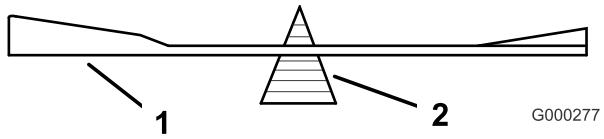
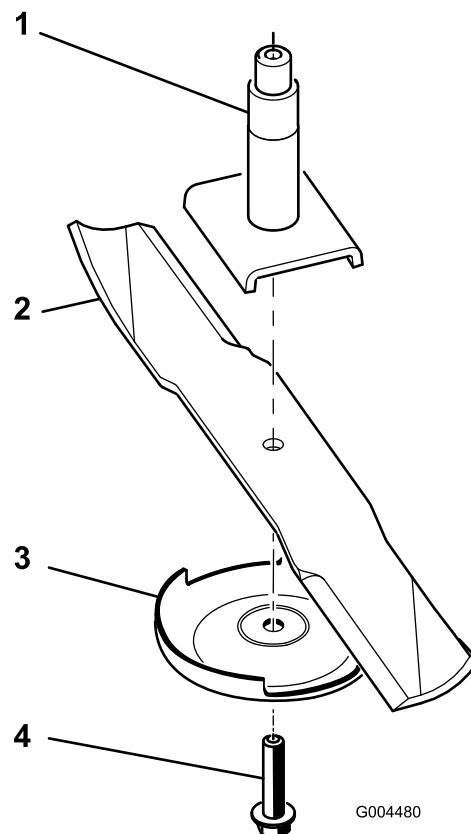

図 76
図 77
2. スピンドルのシャフトからブレードボルト、芝削り防止プレート、ブレードを取り外す（図 77）。
2. ブレードバルンサー（図 76）を使ってバランスを調べる。ブレードが水平に停止すればバランスがとれているからそのまま使用してよい。もし傾くようなら、重い方の裏面を少し削って調整する（図 77）。バランスがとれるまで調整する。
1. スピンドルシャフトにブレードを取り付ける（図 77）。
2. 芝削り防止プレートとブレードボルトを取り付ける（図 77）。